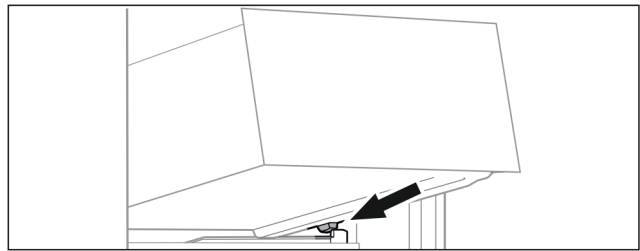

Fig. 63
- ▶ Schubfach schräg hinter den Stoppern auf Behälterrippe aufsetzen. (siehe Fig. 63)